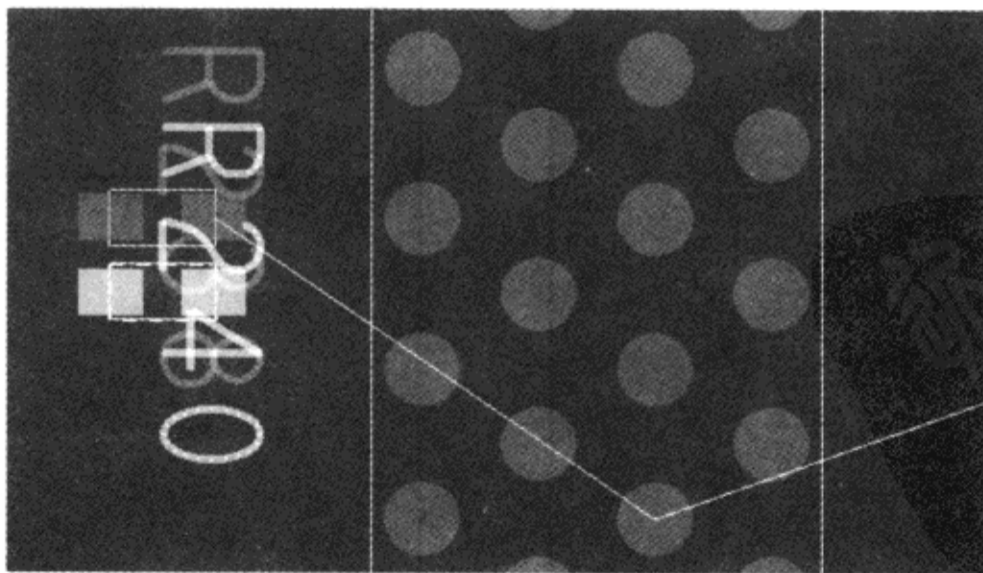

图 3-10-75 调整元件
(8) 单击“OK”按钮，关闭“Display - Ratsnest”对话框。
(9) 从“Allegro PCB SI XL”对话框中执行菜单命令“Edit”→“Move”，在编辑窗口单击“R240”。
(10) 在命令区域输入“x 6820 5425”并按“Enter”键，元件被放在指定的位置。由于DDR\_DS0的元件R238与R240目前重叠，利用菜单命令“Edit”→“Spin（旋转命令）”将它们分开，如图3-10-75所示。